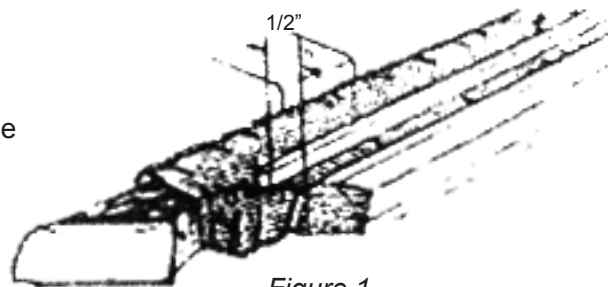

Figure 1
1. Installez le tissu, à l'envers, par-dessus la bande. Le tapis doit dépasser de façon égale de chaque côté (environ 1,27 cm), et s'étendre par-dessus la rainure de languette sur la partie de la bande avec coussin (figure 1).